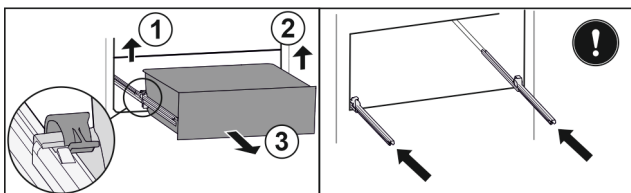

Fig. 95
- ▶ Løft venstre klemme og trekk samtidig skuffen fremover til venstre. Fig. 95 (1)
- ▶ Løft høyre klemme og trekk samtidig skuffen fremover til høyre. Fig. 95 (2)
- ▶ Ta ut skuffen framover. Fig. 95 (3)